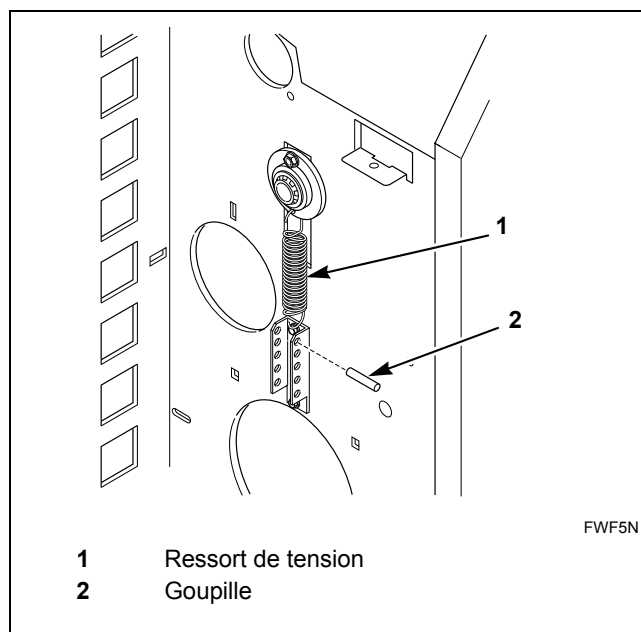

Figure 30
4. Dégager le ressort de traction des rubans de retour de la tige de traction de chaque côté de la machine. Se reporter à la *Figure 30*.